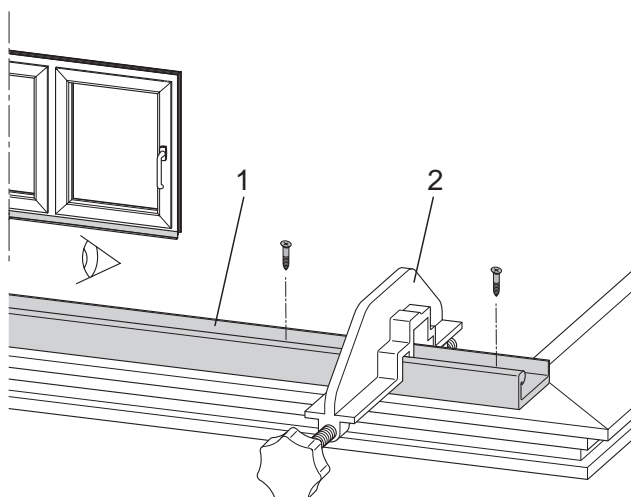

Bild 12: Anschlaghilfe für Laufschiene
1. Laufschiene (1) positionieren - Siehe Bild 12/13:
Siehe Bild 12: